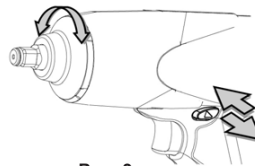

Рис. 3
- Для обратного хода устройства (см. рис. 3) используйте рычаг переключения прямого/обратного хода на приводном блоке. Направления вращения также указаны на лицевой стороне рукоятки.